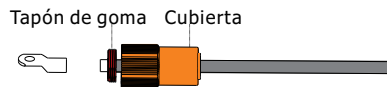

Figura 4.2-2
Paso 1: El cable pasa a través del tapón de goma y la cubierta exterior, como se muestra en la Figura 4.2-2.